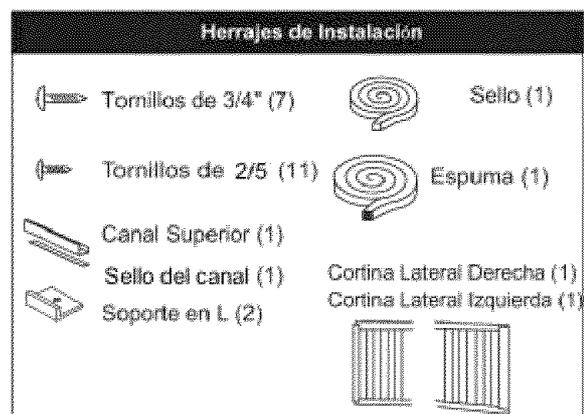

Fig.1
**NOTA:** conserve la caja de la unidad y los materiales de empaque para almacenarla o transportarla en el futuro. Antes de instalar la unidad compare el contenido del juego de herrajes con la lista de control del modelo correspondiente. Consulte las siguientes listas (Fig. 1).